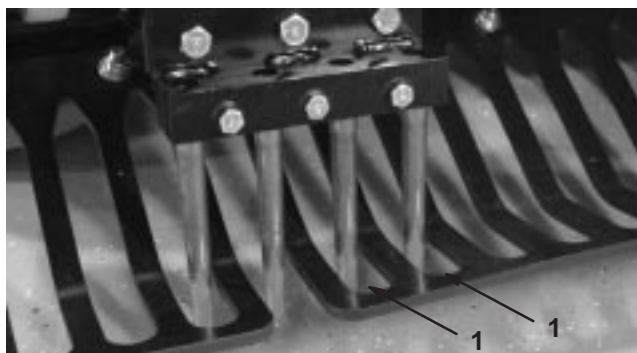

Figure 27
- Vérifiez que les louchets sont bien alignés au centre des espacements dans les déflecteurs d'herbe (Fig. 27). Réglez les déflecteurs au besoin et serrez les écrous.